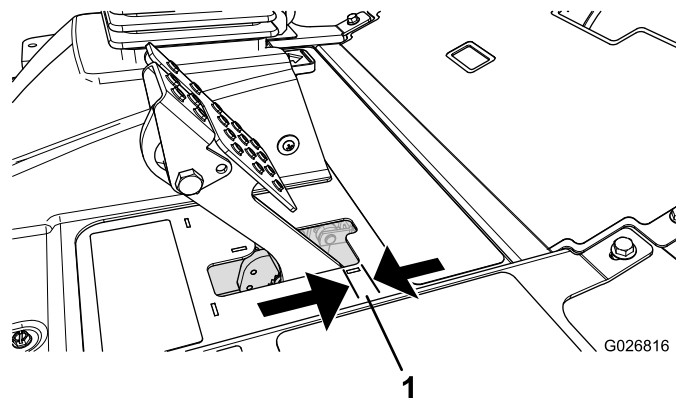

図 63
ブレーキペダルの「遊び」 図 63 が 2.5cm 以上となったり、強く踏み込まないとブレーキの効きが悪く感じられるようになったら、調整を行ってください。遊びとは、ブレーキペダルを踏み込んでから抵抗を感じるまでのペダルの行きしろを言います。
2. 後ナットを締めてケーブルを後方に移動させて、ホイールがロックする前のブレーキペダルの遊び 図 63 が 6.312.7 mm なるように調整する。